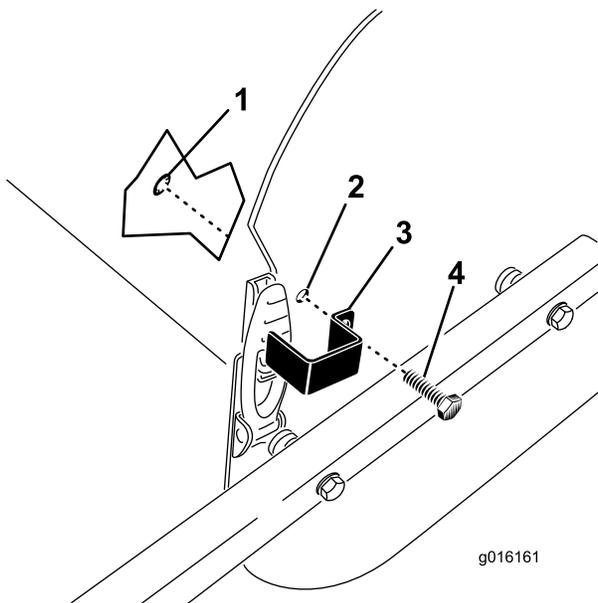

Figure 31
1. Placez la plaque de verrouillage sur le verrou de capot en alignant le trou de montage sur le trou de la plaque latérale (Figure 31).
2. Fixez la plaque de verrouillage à la plaque latérale avec un boulon d'assemblage et une bague de retenue (Figure 31).